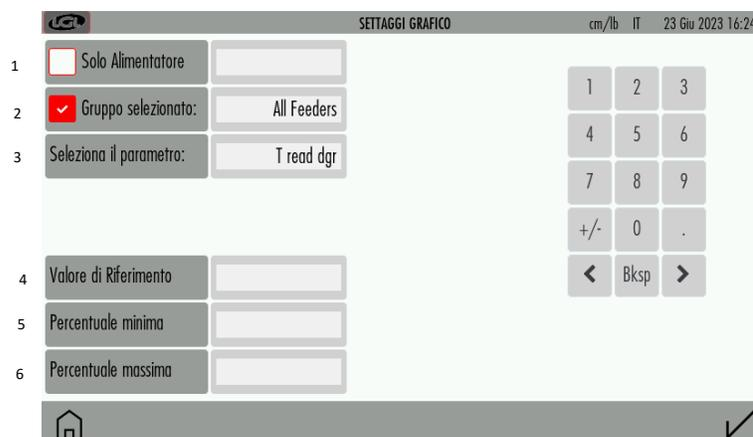

Fig. 26
- 3= Premere per modificare le informazioni del grafico (Fig. 26)